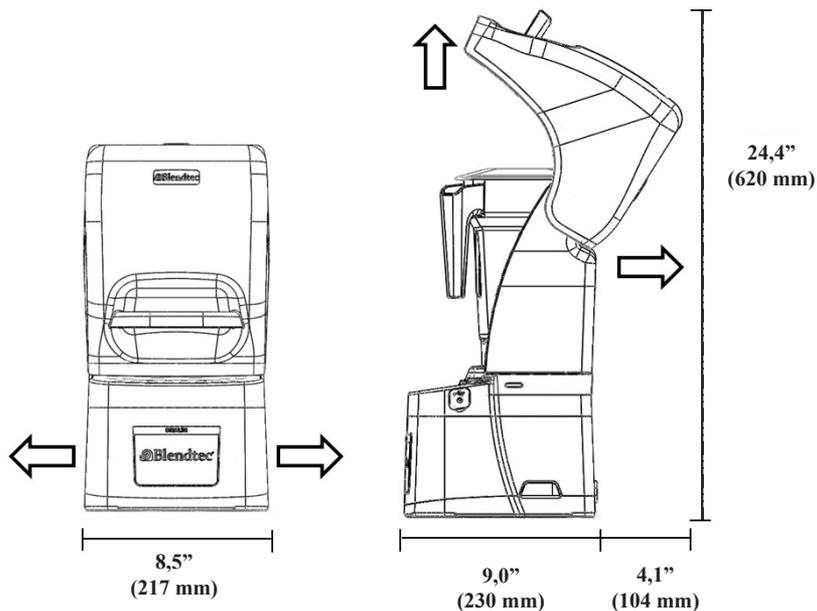

Figura 5. Dimensiones de la licuadora
- Revise que haya suficiente espacio arriba y alrededor de la unidad para tener libertad de movimiento del cierre contra el ruido (vea la Figura 5 para ver las medidas).
Nota: Puede localizar la Stealth de Blendtec en el mismo espacio que la licuadora Blendtec que tenía antes en el mostrador. Simplemente recuerde asegurar el espacio correcto para el cierre contra el ruido (vea la Figura 5 para ver las medidas).